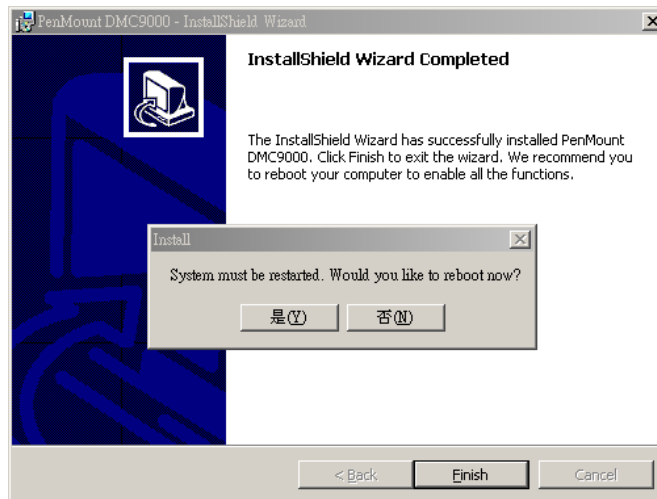

Abbildung 7-28: Computer neustarten
Schritt 7: Klicken Sie nach Abschluss der Installation auf **Finish** und dann auf **Yes**, um den Computer neuzustarten (**Abbildung 7-28**).